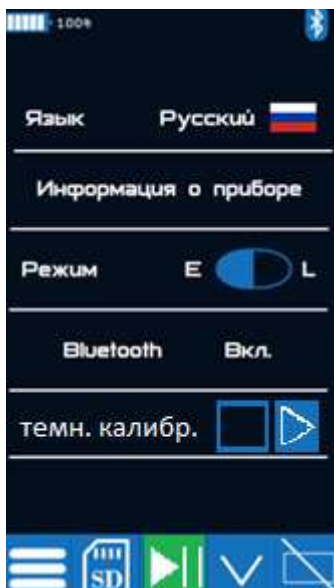

Рисунок 5 – Информация на экране
В спектрорадиометре используется цветной сенсорный графический дисплей с подсветкой 4,3 дюйма. Выключает подсветку дисплея кнопка ВЫКЛЮЧИТЬ ПОДСВЕТКУ  в пользовательских настройках (5, Рис. 5). Обратное включение подсветки экрана — длительное нажатие в любой части затемненного экрана.
- в меню настроек нажмите кнопку  строка «темн.калибр» (Рис. 5);